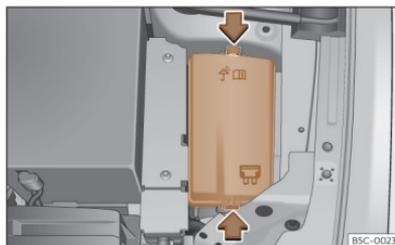

Abb. 204 Im Motorraum: Abdeckung des Sicherungskastens.
- Verriegelungstasten drücken, um die Abdeckung des Sicherungskastens >>> (Abb. 204) zu entriegeln.